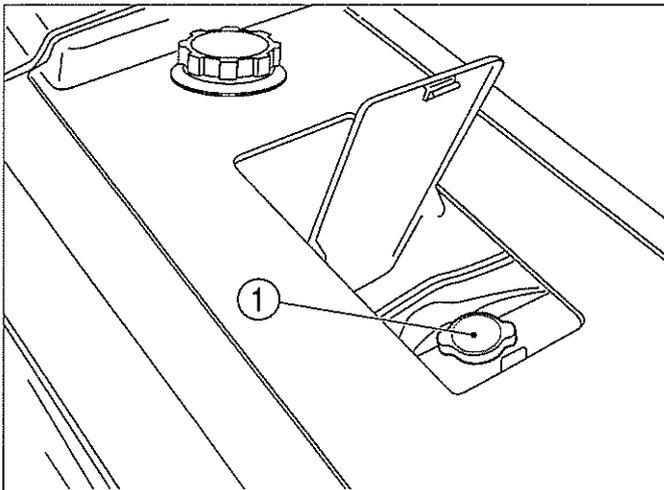

FIG. 48 / ABB. 48 / FIG. 48
FIG. 48 : Le système de refroidissement est rempli d'usine d'une solution antigel pour protéger le moteur et le radiateur jusqu'à  $-34^{\circ}\text{C}$ . Le niveau de liquide de refroidissement doit être maintenu à 12 mm en dessous de l'orifice du goulot de remplissage (1). Par mesure de précaution contre le gel, vérifiez annuellement le niveau de liquide de refroidissement.